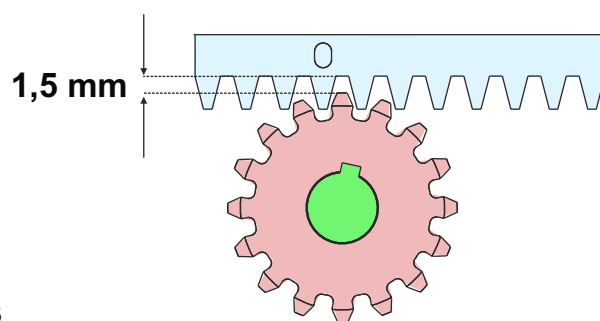

Fig. 13
- 5.6. Toute la crémaillère doit être surélevée de **1,5 mm** pour éviter que le poids du portail repose sur le pignon - Fig.13; **Laisser un jeu d'au moins 0,5 mm entre le dent du pignon et le dent de la crémaillère**